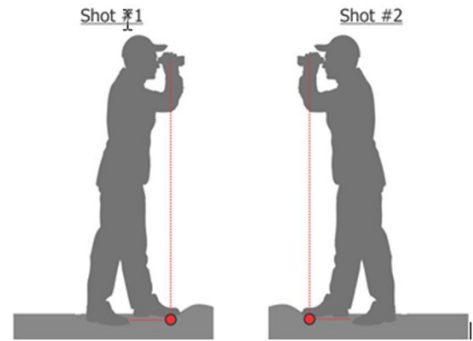

Abbildung 19
- Stellen Sie sich so, dass die Münze zwischen Ihren Füßen zentriert ist und sich der TruPulse direkt über der Münze befindet. Siehe Abbildung 19.
- Halten Sie den TruPulse direkt über der Münze und visieren Sie Ziel 2 an. Achten Sie darauf, keine große Drehbewegung durchzuführen, und platzieren Sie Ihre Füße wieder links und rechts von der Münze. Siehe Abbildung 19.